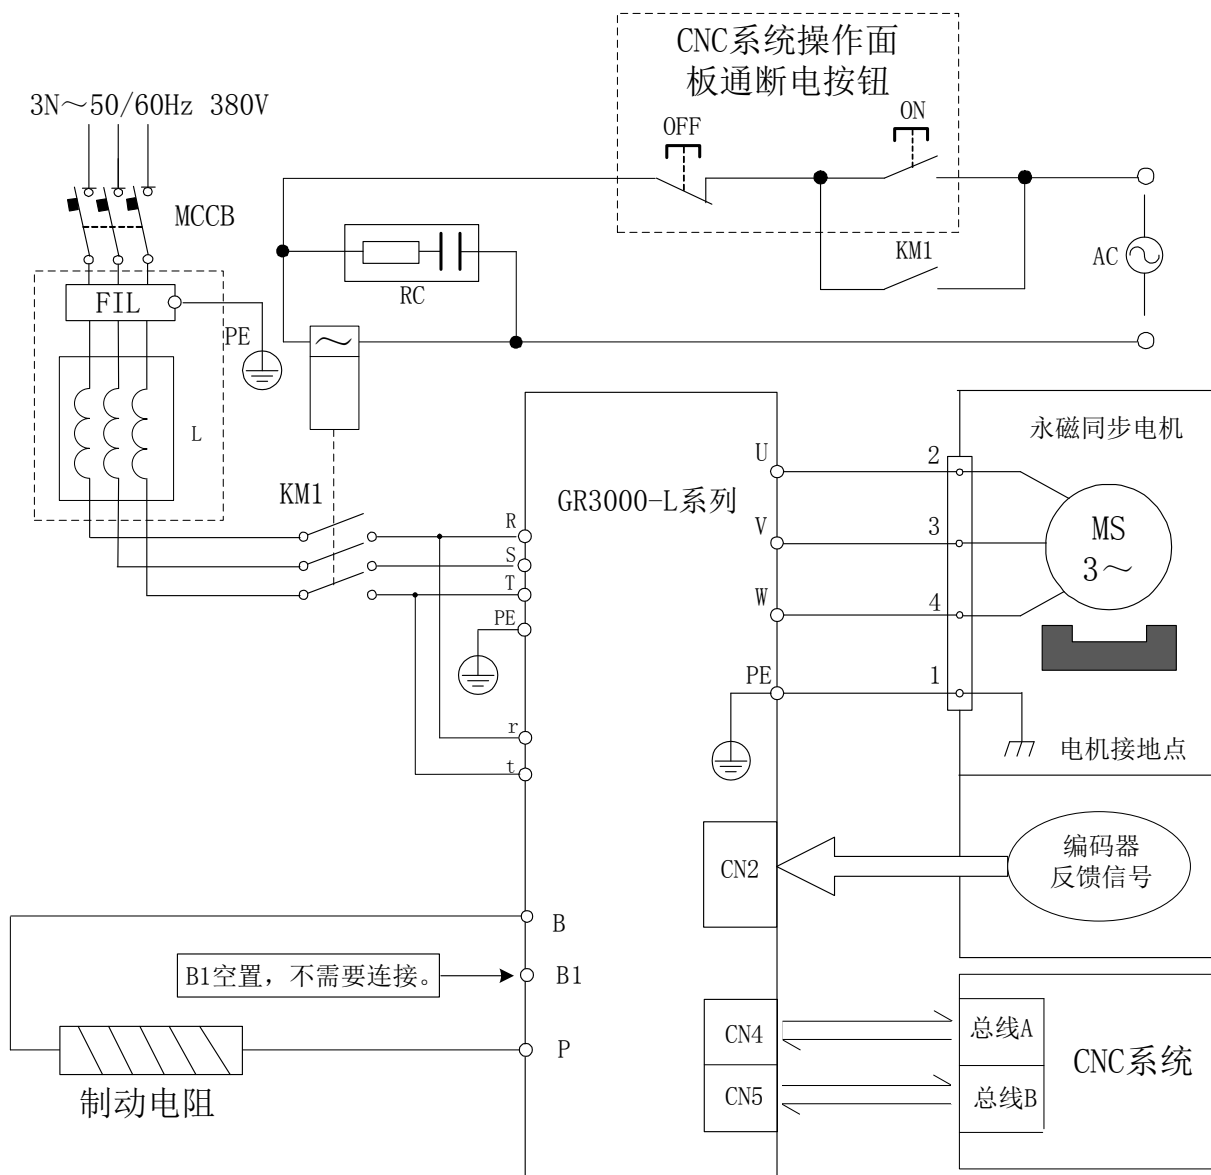

图 3-7 GR3000-L 系列产品配套交流永磁同步伺服电动机主回路接线图
- 如果用户参照图 3-7 接线,务必按照<附录 B>的描述,选择合适的断路器 MCCB。
- 图 3-7 不适用 GR3300-LA2 及 GR3300-LS2。